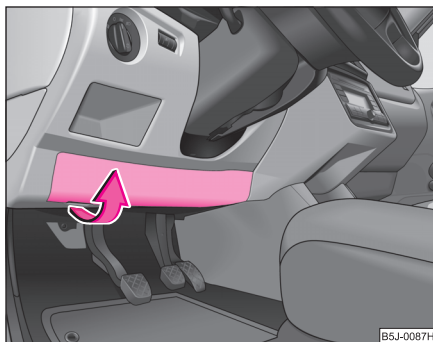

Fig. 178 Tabloul de bord, partea de jos: Capacul suportului de siguranțe
- Rabatați capacul cu atenție în sensul indicat de săgeată și scoateți-l ⇒ **fig. 178**.